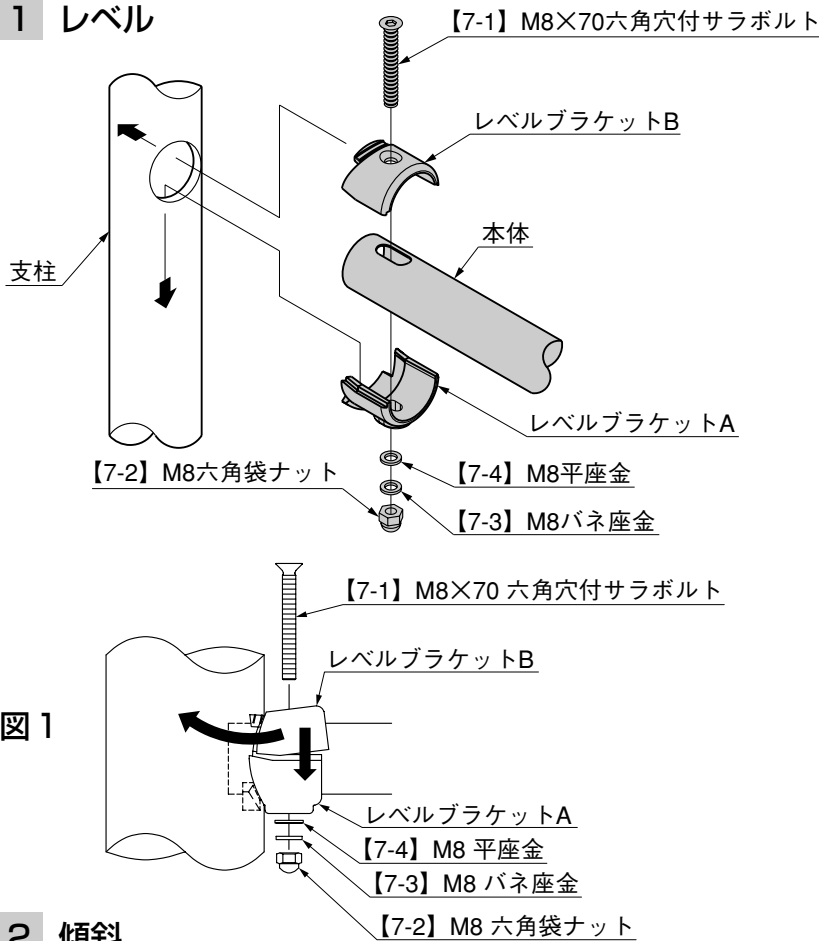

図1
- ① 本体取付孔が通りを向くように柱を立てて下さい。
- ② レベル・通りを出し、コンクリートを十分に硬化させて下さい。
- ③ レベルブラケットAを柱の本体取付孔に引っかけて下さい。
- ④ レベルブラケットAに本体をのせて下さい。このとき、柱の中に本体が必ずのみ込まれるようにして下さい。
- ⑤ レベルブラケットBを図1のように取付け、【7-1】、【7-2】、【7-3】、【7-4】で締め付けて下さい。